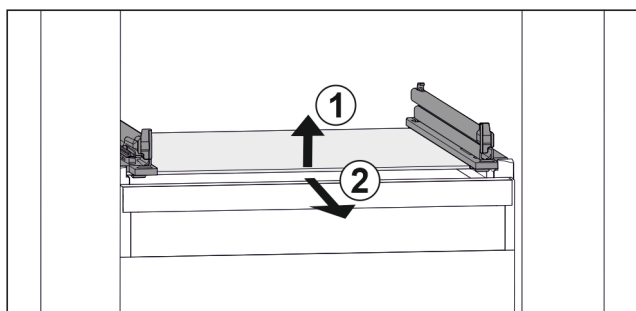

Fig. 140 Príklad zobrazenia sklenenej dosky
- ▶ Nadvihnite sklenenú dosku vpred. Fig. 140 (1)
- ▶ Odoberte sklenenú dosku dopredu. Fig. 140 (2)